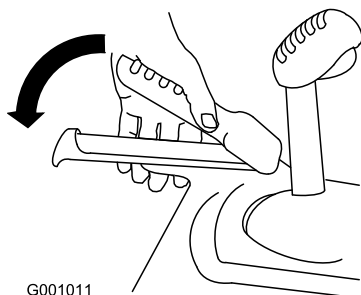

Figure 20
1. Pour engager la transmission aux roues, serrez le levier gauche (déplacement) contre la poignée (Figure 20).